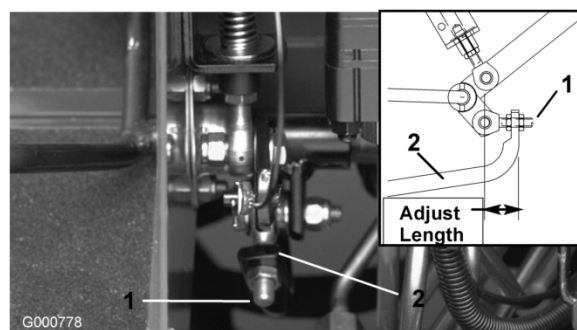

Figura 59
4. Ajuste as porcas de segurança na extremidade da barra da bomba para mover o tubo de controlo da bomba para a frente e eliminar o risco de deslizamentos para a frente e para trás (Figura 59).